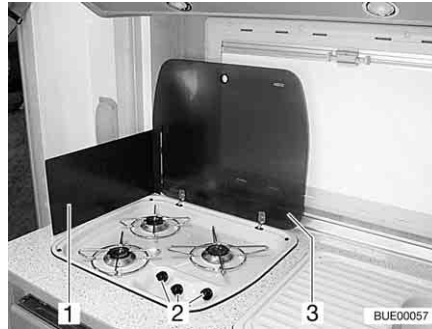

Fig. 180 Fornello a gas
Una bandella di protezione (Fig. 180,1) protegge i mobili in prossimità del fornello a gas.
- Aprire la copertura del fornello a gas (Fig. 180,3).
- Ruotare il pomello girevole (Fig. 180,2) dell'impianto a fiamma libera desiderato in posizione accesa (fiamma alta).